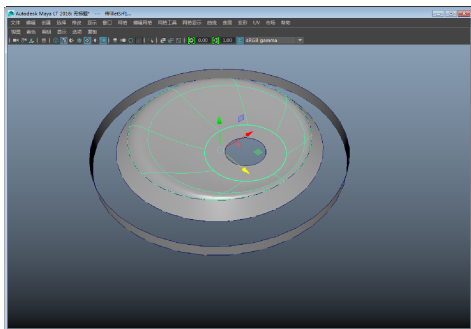

图 3-120 创建圆角面
- 9 然后，依次执行【曲线】|【曲面圆角】|【自由形式圆角】命令，在两个曲面之间形成一个圆角面，如图 3-120 所示。